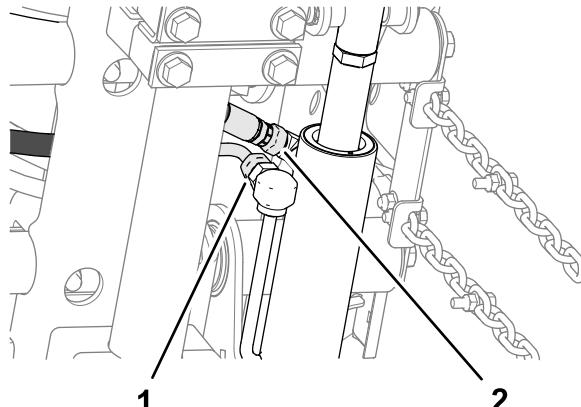

Figura 16
2. Alinee un espaciador entre la placa de tiro y la placa de montaje (Figura 16), y Monte provisionalmente las placas y el espaciador con un perno de cuello cuadrado (3/8" x 1 1/4") y una contratuerca con arandela prensada (3/8").